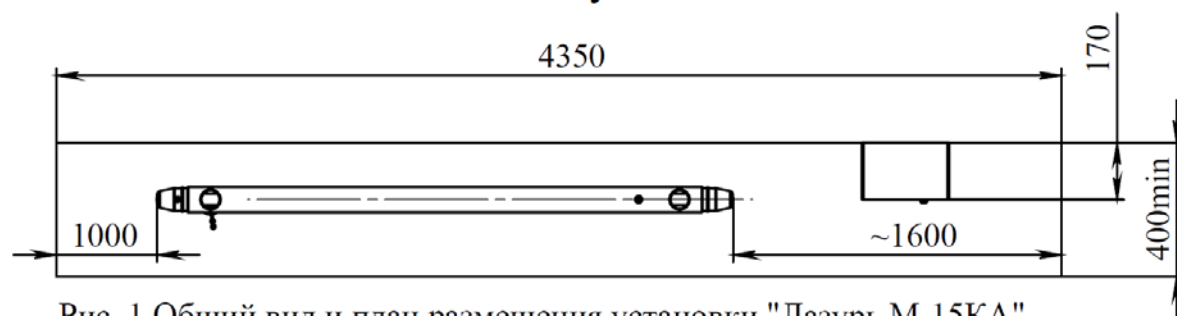

Рис. 1 Общий вид и план размещения установки "Лазурь М-15КА"
3.1 УФ установка состоит из фотохимического реактора (ФХР) 1 и шкафа питания и управления (ШУ) 2 (см. Рис.1).
3.6. Шкаф управления (ШУ) 2 предназначен для питания УФ лампы, УЗ-излучателя и контроля за их работой. Габаритный чертеж шкафа питания и управления представлен на Рис.1.
5.3. Проверить герметичность уплотнительных колец 5 на защитной кварцевой трубке 4 в реакторе. При необходимости подтянуть их с помощью гаек 7 (Рис.1).